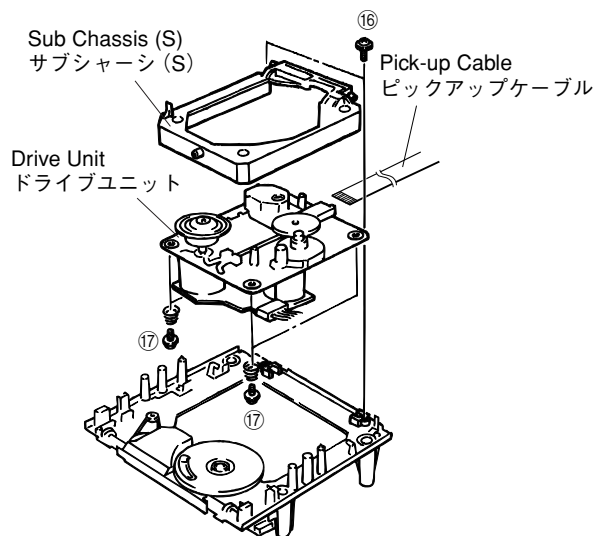

Fig. 7
- Remove 2 screws (⑩) in Fig. 7.
- Remove the Pick-up Cable in Fig. 7.
- Remove 4 screws (⑪) and then remove the Drive Unit in Fig. 7.
- ⑩のネジ2本を外します。(図7)
- ピックアップケーブルを外します。(図7)
- ⑪のネジ4本を外し、ドライブユニットを外します。(図7)